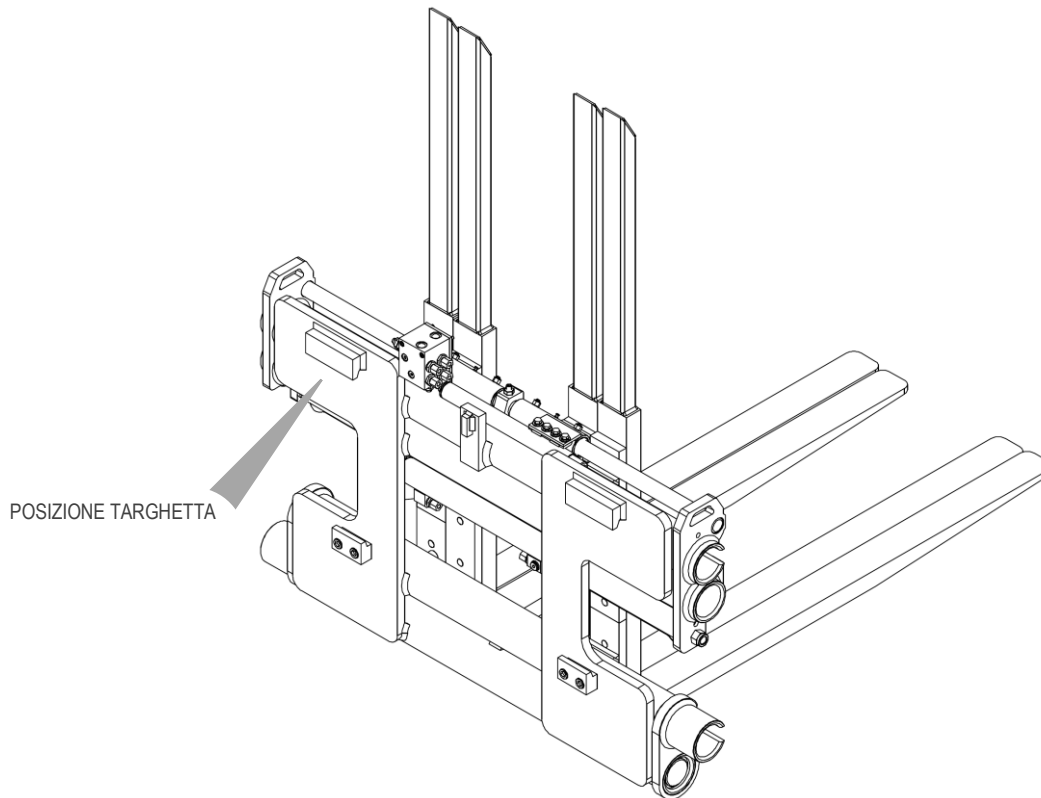

Figura 1
Tutte le attrezzature A.T.I.B. - **DOPPIO POSIZIONATORE FORCHE TIPO 917 TRIPLO POSIZIONATORE FORCHE TIPO 918** vengono identificate mediante targhetta adesiva (vedi *Tabella 1*) posizionata sull'attrezzatura (vedi *Figura 1*; per tutte le tipologie la posizione della targhetta identificativa è la stessa mostrata in figura), fare sempre riferimento al numero di matricola.
8. Per la movimentazione devono essere utilizzate cinghie o catene opportunamente dimensionate rispetto al peso dell'attrezzatura indicato in targhetta (vedi *Figura 1* e la *Tabella 1* a pag. 7).
13. Collegare il circuito idraulico, assicurandosi che la pressione di esercizio delle tubazioni sia superiore o uguale a quella indicata sulla targhetta di identificazione (vedi *Figura 1* e la *Tabella 1* a pag. 7).